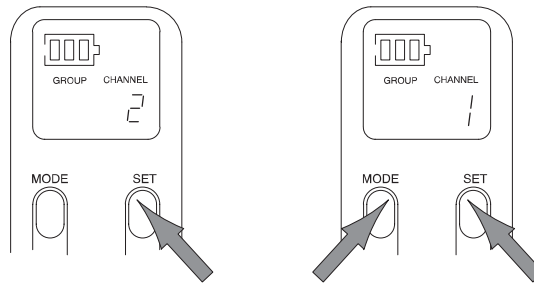

FIGURE 28
5. Pour d'élever ou d'abaisser la numero de groupe ou canal, appuyer continuellement sur le bouton «SET», puis appuyer sur le bouton «MODE». Se reporter à la figure 28.